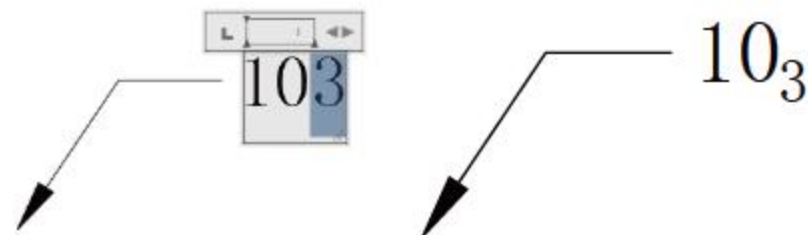

图5-109 添加【下标】格式
- 【下标】按钮：将选中的文字切换为【下标】格式，如图5-109所示。或者禁用【下标】格式。